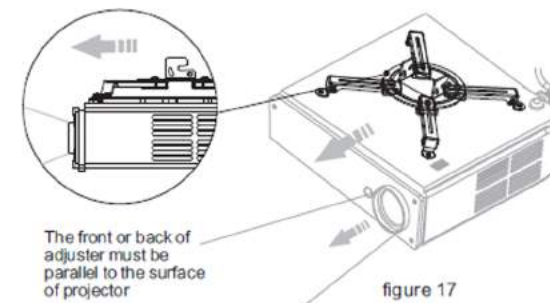

figure 17
5.) Le support de montage doit être fixé parallèlement à la partie inférieure du vidéoprojecteur (voir figure 17).